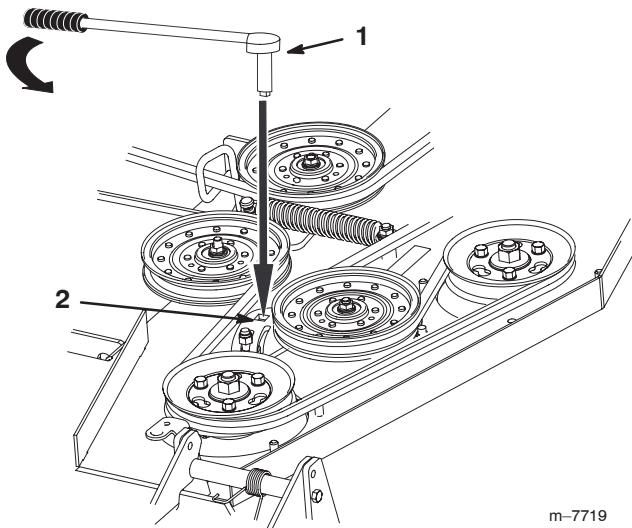

Figure 58
- Insérez une douille courte avec manche à rochet ou une barre de levier dans le trou carré du bras de la poulie de renvoi fixe (Fig. 58).